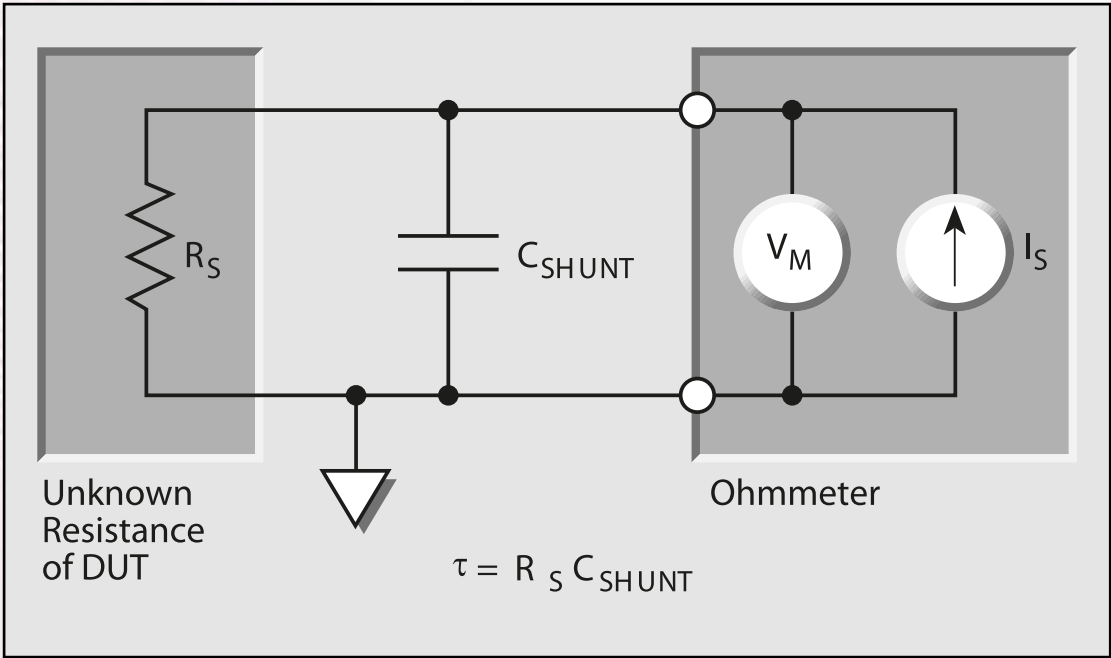
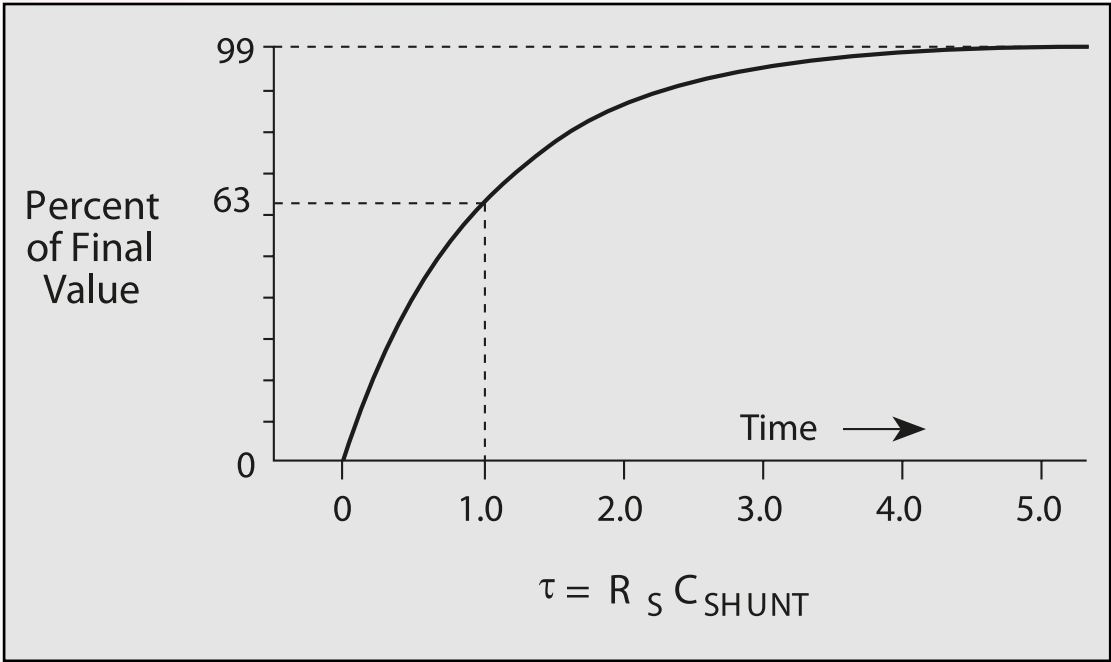

图18: 稳定时间是RSCSHUNT时间常数作用的结果
图19: 由于旁路电容和源电阻决定的时间常数的存在, 稳定过程呈指数型变化。
在进行高电阻测量时, 电路的稳定时间具有非常重要的意义。测量的稳定时间受到旁路电容的影响, 它由连接电缆、测试夹具和DUT等的电容构成。正如图18所示的那样, 旁路电容 (CSHUNT) 必须由电流 (IS) 充电到测量电压。电容充电所需要的时间长短是由RC时间常数 (一个时间常数 $\tau = R_S C_{SHUNT}$), 于是便出现了图19所示的、人们熟悉的指数型曲线。因此, 人们需要等待4或5倍时间常数来达到精确的读数。在测量极高的电阻值时, 稳定时间可以达到数分钟, 具体取决于测试系统中的旁路电容的量值。例如, 如果CSHUNT仅有10pF, 一个1TΩ的待测电阻对应的时间常数为10s。于是要让测量读数稳定到最终值的1%之内, 需要约50s的稳定时间。